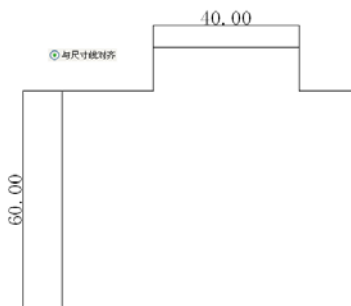

图 9.40 将标注文字与尺寸方向线一致
- **【与尺寸线对齐】** 单选按钮：是否标注文字方向与尺寸线方向一致，如图 9.40 所示。